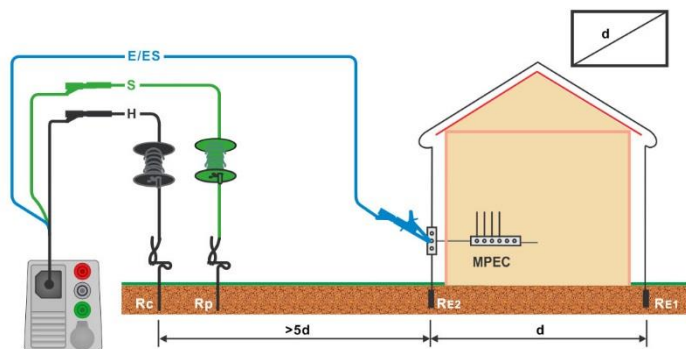

Abbildung 7.91: Erdungswiderstand, Messung der Haupterdung der Installation und der Blitzschutzanlage
- › Schließen Sie den 3-Leiter Prüfadapter am Prüfling an, siehe **Abbildung 7.91**.